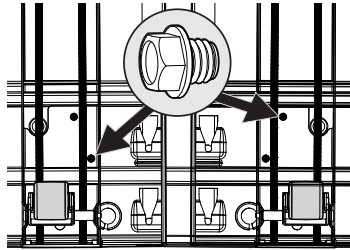

Fig. 4
- b. À l'aide d'un boulon 5H et d'une perceuse électrique, fixez le bas de l'assemblage du niveleur avec un tourne-écrou hexagonal de  $\frac{3}{8}$  po dans le trou qui chevauche le trou de la vis (Fig. 4).